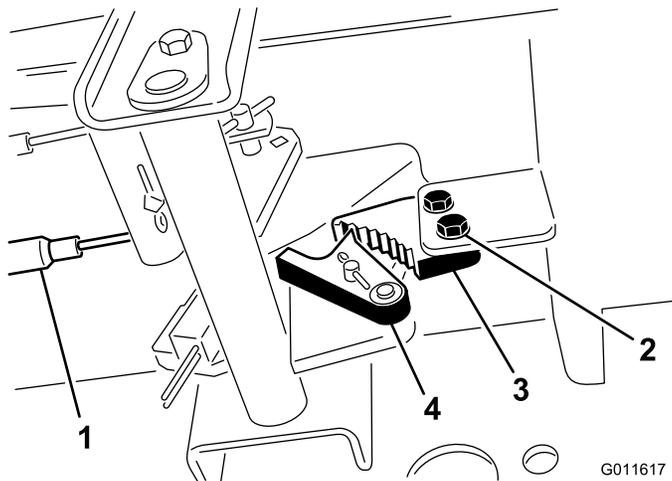

図 70
1. 駐車ブレーキのツメをフレームに固定しているネジ2本をゆるめる 図 70。
2. ブレーキのツメが戻り止めに完全に掛かるまで駐車ブレーキペダルを前に踏み込む 図 70。